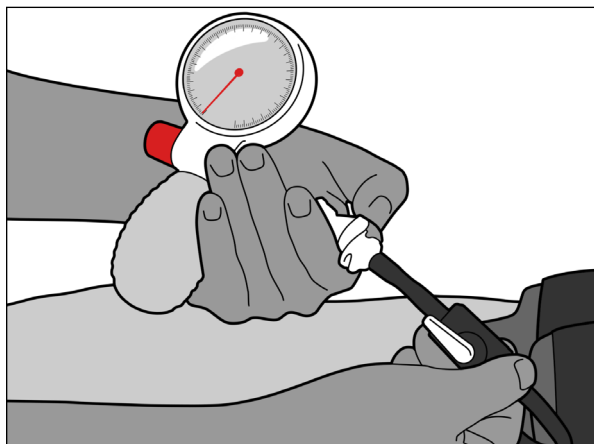

Fig. 21
2. Deconectați accesoriul cu deconectare rapidă apăsând butonul gri de pe accesoriul cu deconectare rapidă (Fig. 21).